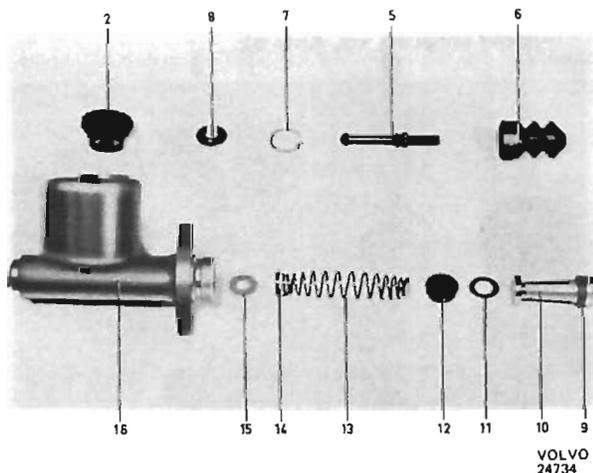

Abb. 48 Hauptzylinder, Einkreis-Bremsanlage
2. Gummikappe (6) nach hinten abziehen. Sicherungsring (7), Scheibe (8) und Druckstange (5) ausbauen. Inwendige Teile aus dem Zylinder herausschütteln, siehe Abb. 48.
1. Scheibe (15, Abb. 48) im Boden des Zylinders anbringen.
2. Dichtung (12) auf die Federführung drücken, in Bremsflüssigkeit tauchen und zusammen mit Feder und Ventil einbauen. Scheibe (11) in den Zylinder einsetzen.